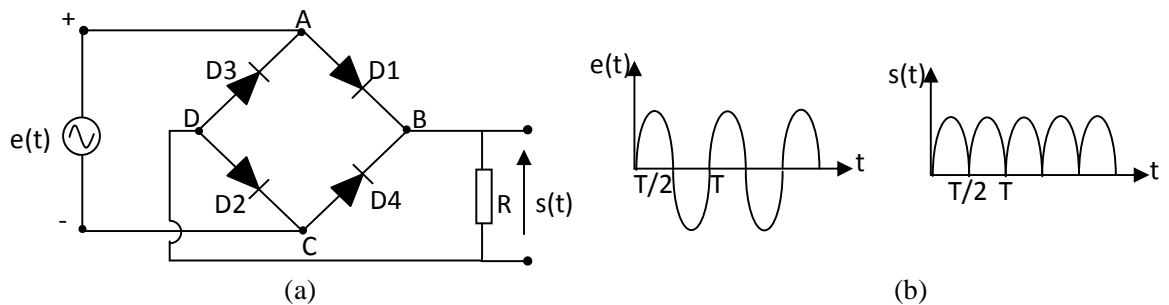
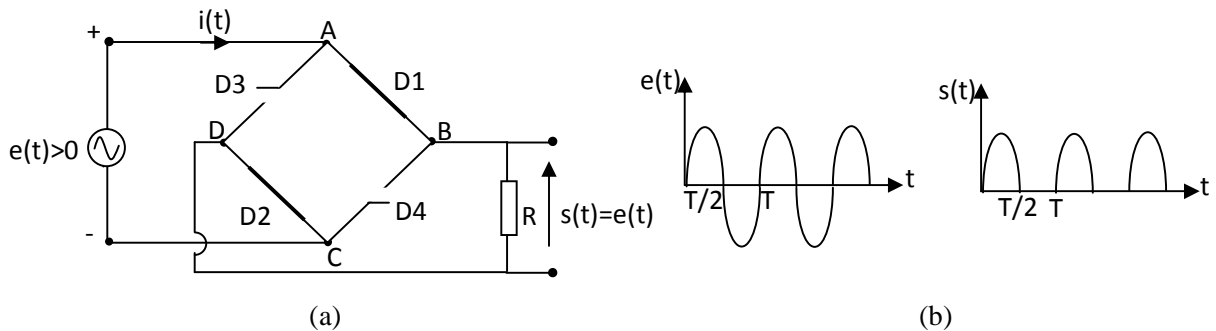
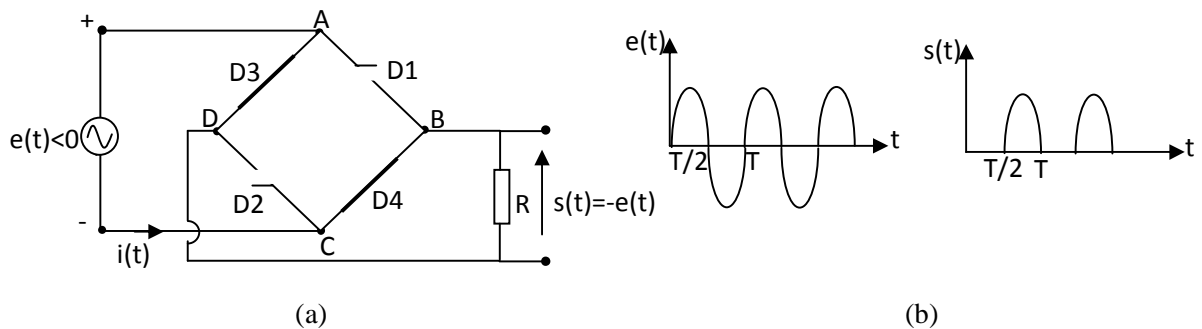

Figure III.17 : Redressement double alternance: (a) circuit à pont de diodes (b) chronogramme
Figure III.18 : Restitution de l'alternance positive à la sortie (a) schéma équivalent (b) chronogramme
Figure III.19 : Inversion de l'alternance négative à la sortie (a) schéma équivalent (b) chronogramme
- Lorsque la tension d'entrée est positive, un courant positif sort par la borne (+) et entre par la borne (-) (figure III.17). Ce qui provoque la conduction de D1 et D2 et le blocage de D3 et D4.
Alors, on peut réduire le circuit de la figure III.17 à celui schématisé à la figure III.18. De ce fait l'alternance positive est restituée à la sortie.
- Lorsque la tension d'entrée est négative, un courant négatif sort par la borne (-) et entre par la borne (+) (figure III.17). Ce qui provoque la conduction de D3 et D4 et le blocage de D1 et D2. Alors, on peut réduire le circuit de la figure III.17 à celui schématisé à la figure III.19. De ce fait l'alternance négative est inversée à la sortie.